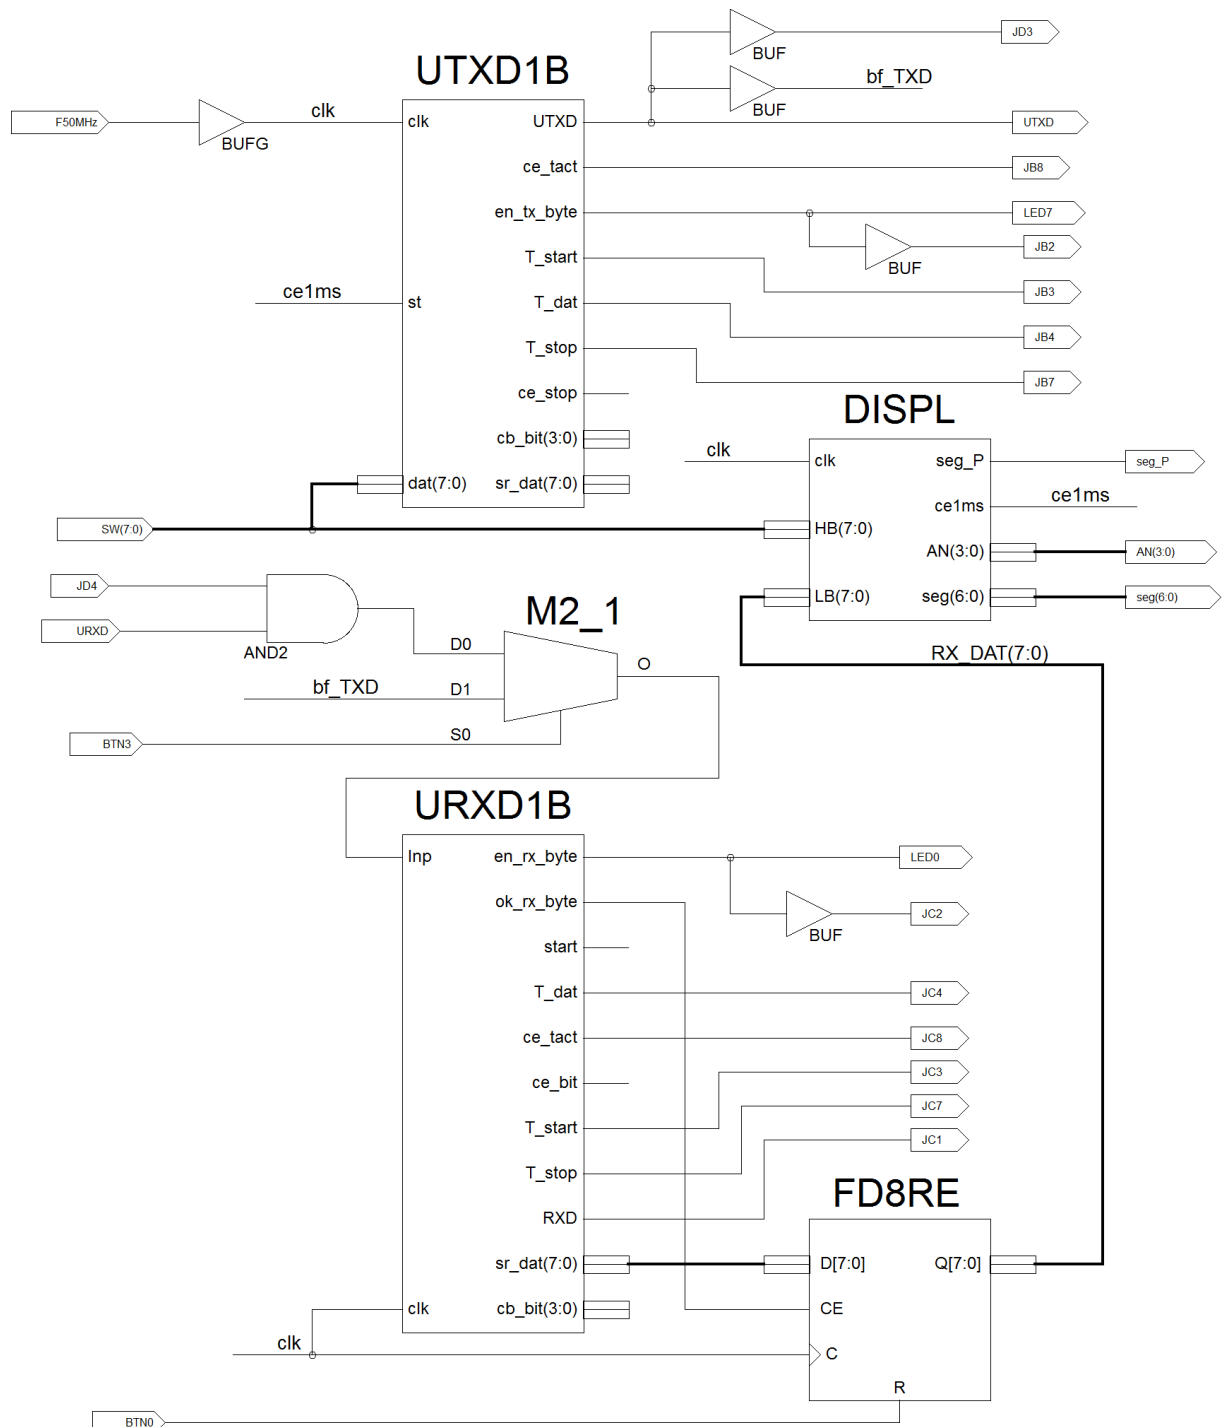

Рис.5 Пример схемы **Sch_LAB404_1B** для сдачи работы
4.3 Создать Schematic модуль Sch_LAB404_1B (см. рис.5).